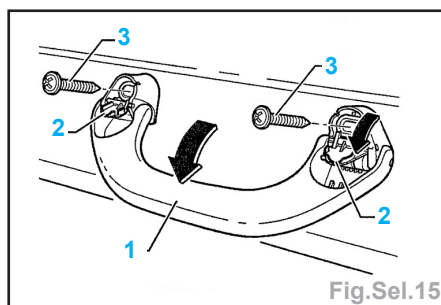

Fig.Sel.15
- Tirer la poignée (1) vers le bas, ouvrir les caches (2), déposer les vis (3) et la poignée (Fig.Sel.15).
- (1) Console
- (2) Cache
- (3) Cendrier arrière
- (4) Levier de frein de stationnement
- (5) Levier de vitesses